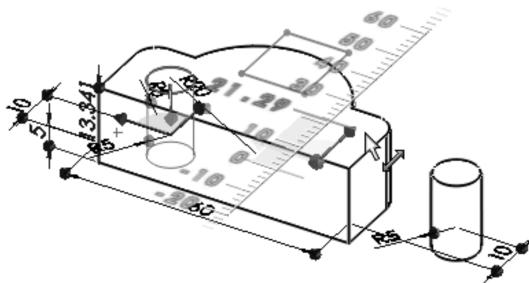

图 1-56 拖动模型控标平移模型
- 09 向 Y 方向拖动模型控标，模型随之而移动，如图 1-56 所示。